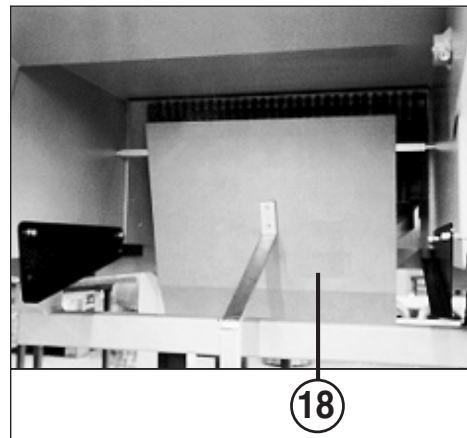

Fig. 3
- L'**interruttore di sbloccaggio (2)** è sbloccato?
- L'**interruttore principale (1)** è inserito?
- Il **listello di arresto d'emergenza (14)** è sbloccato?
- Il **contenitore di raccolta (23)** è introdotto completamente?
- Il **contenitore di raccolta (23)** è pieno?
- Lo **sportello di commutazione (18)** (fig. 3) per il display "contenitore di raccolta pieno" è liberamente scorrevole?